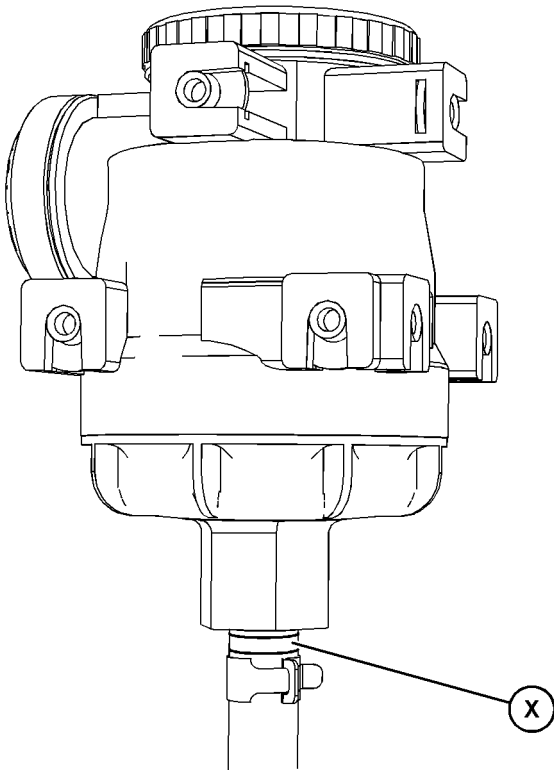

Abbildung 54
8. Den Schlauch (4) und die Klemme (3) anbringen. Dabei den Schlauch richtig ausrichten.
Wenn ein neuer Schlauch angebracht wird, muss das Schlauchende mit dem weißen Band an der Stelle (X) am Entlüfterbehälter befestigt werden. Die richtige Positionierung ist der Abbildung 54 zu entnehmen.